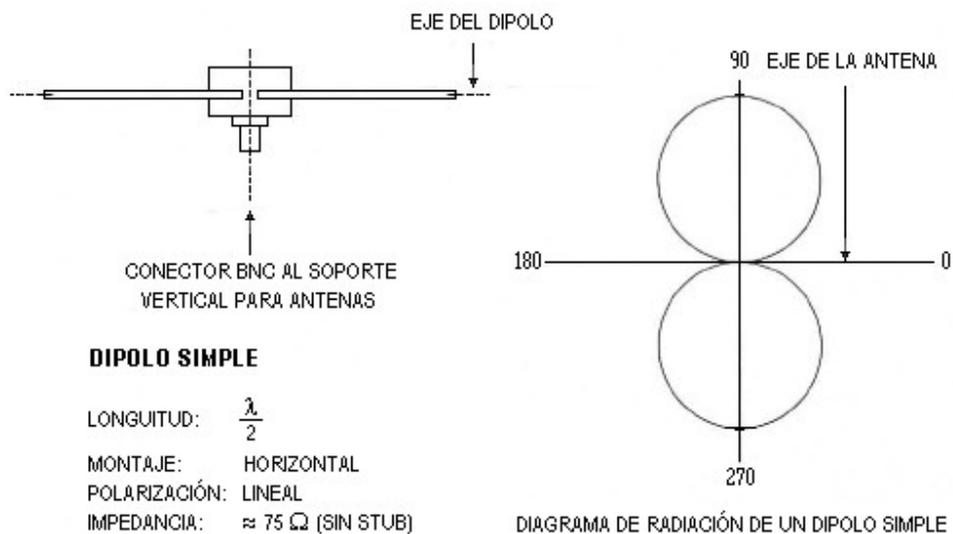

Figura 4.1. Diagrama de radiación típico de un dipolo simple ($\lambda/2$).
- 1.- ¿Cuáles son las causas por las que no se pudo obtener de manera gráfica, un patrón de radiación simétrico como el indicado en las *Figura 4.1* y *4.2* del procedimiento experimental?